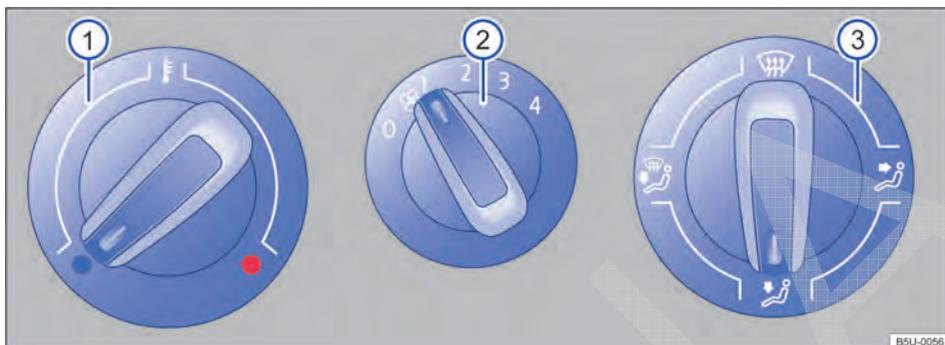
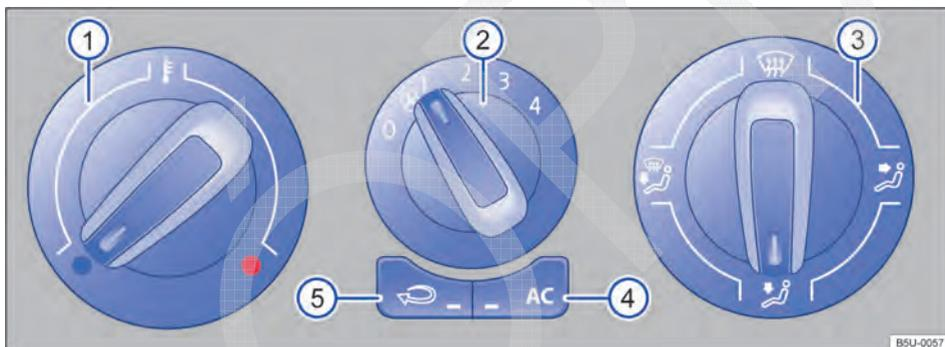

Fig. 83 No console central: comandos do sistema de ventilação e aquecimento.
Fig. 84 No console central: comandos do ar-condicionado.
Botão, regulador	Informações complementares do sistema de ventilação e aquecimento → Fig. 83 e ar-condicionado → Fig. 84.
- Em veículos com sistema de aquecimento, colocar o regulador da temperatura → Fig. 83 ❶ totalmente para a direita, para a posição máxima de aquecimento.
- Colocar o regulador de distribuição de ar ❸ na posição .
- Colocar o ventilador ❷ no nível 3 ou 4.
- Colocar o regulador da distribuição de ar → Fig. 84 ③ para a posição , nesta posição o modo de recirculação de ar não pode ser acionado.
- Colocar o ventilador ② no nível 3 ou 4.
- Colocar o regulador da temperatura ① na posição desejada.